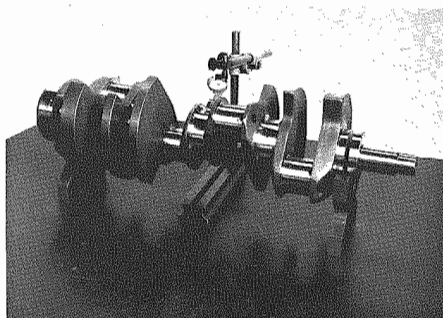

Fig. 102 - Misurare l'eccentricità
- Misurare l'eccentricità: porre l'albero motore su dei supporti a V alle due estremità. Installare un comparatore sulla mezzeria e leggere il valore dell'eccentricità (**Fig. 102**). Sostituire l'albero se i valori riscontrati superano quelli ammessi indicati a pag. 1-5.
- Measure the eccentricity: place the crankshaft on supports with "V" shape ends. Place a dial gauge on the center line and read the eccentricity value (**Fig. 102**). Replace the crankshaft if the values are over those indicated in page 1-5.